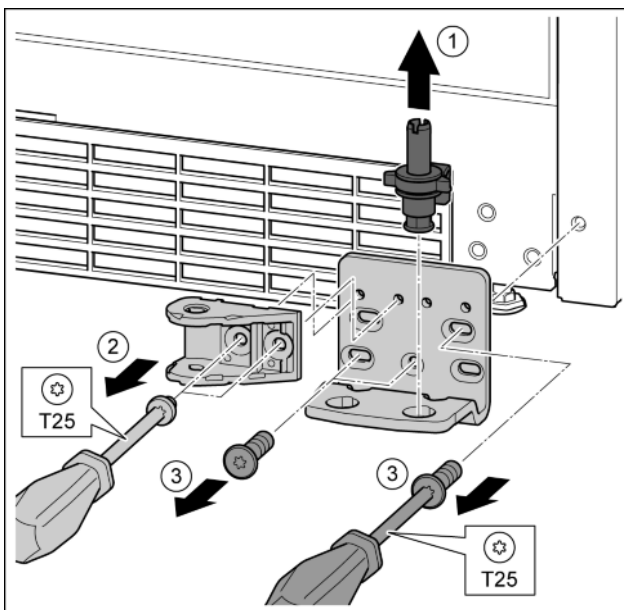

Fig. 35
- ▶ Lagerbolzen komplett nach oben herausziehen. Fig. 35 (1)
- ▶ Schrauben mit Schraubendreher T25 herausdrehen und Schließdämpferverbindung abnehmen. Fig. 35 (2)
- ▶ Schrauben mit Schraubendreher T25 herausdrehen und Lagerbock abnehmen Fig. 35 (3)